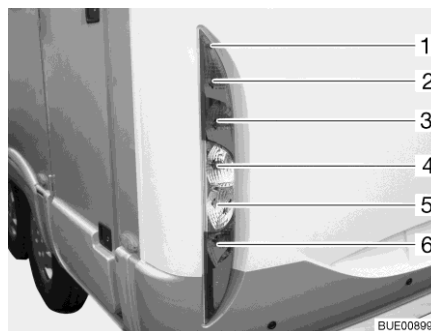

Bild 290 Belysning bak
- Lossa husets skruvar (Bild 290,1).